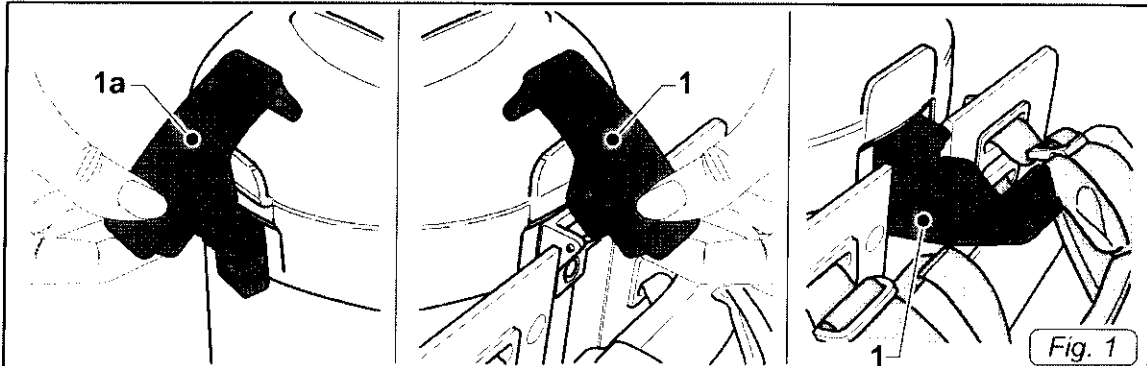
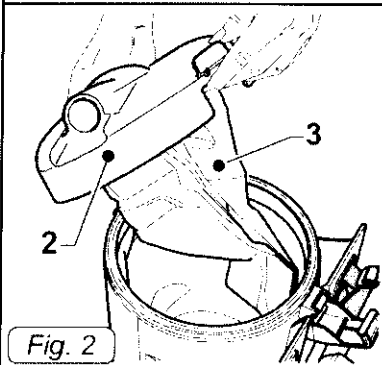

Fig. 1
Fig. 2
- Suelte la palanca (1a/1 Fig.1) y quite la tapa (2 Fig. 2), con bolsa de papel (3 Fig. 2).
- Cierre la tapa por el asa (1a/1 Fig.1).